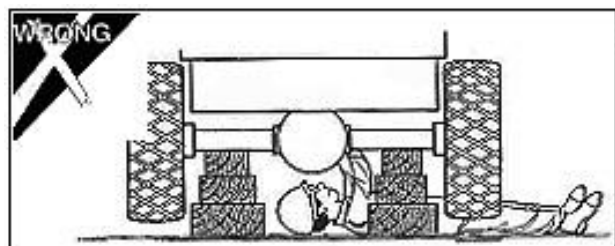

Рис. 1-18
- Если в процессе обслуживания машины ее необходимо приподнять, необходимо установить под машину надежные страховочные элементы, чтобы защитить машину от падения вниз или наклона. Поддержка машины в приподнятом состоянии только с использованием страховочных (подкладных) элементов запрещена (рис. 1-18)